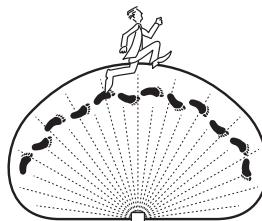

Figure 8
- Déplacez-vous dans la zone de couverture, en remarquant l'endroit où vous trouvez lorsque la lumière s'allume. Le voyant DEL situé derrière la lentille du détecteur de mouvement deviendra également bleu lorsqu'un mouvement est détecté (voir la Figure 8).